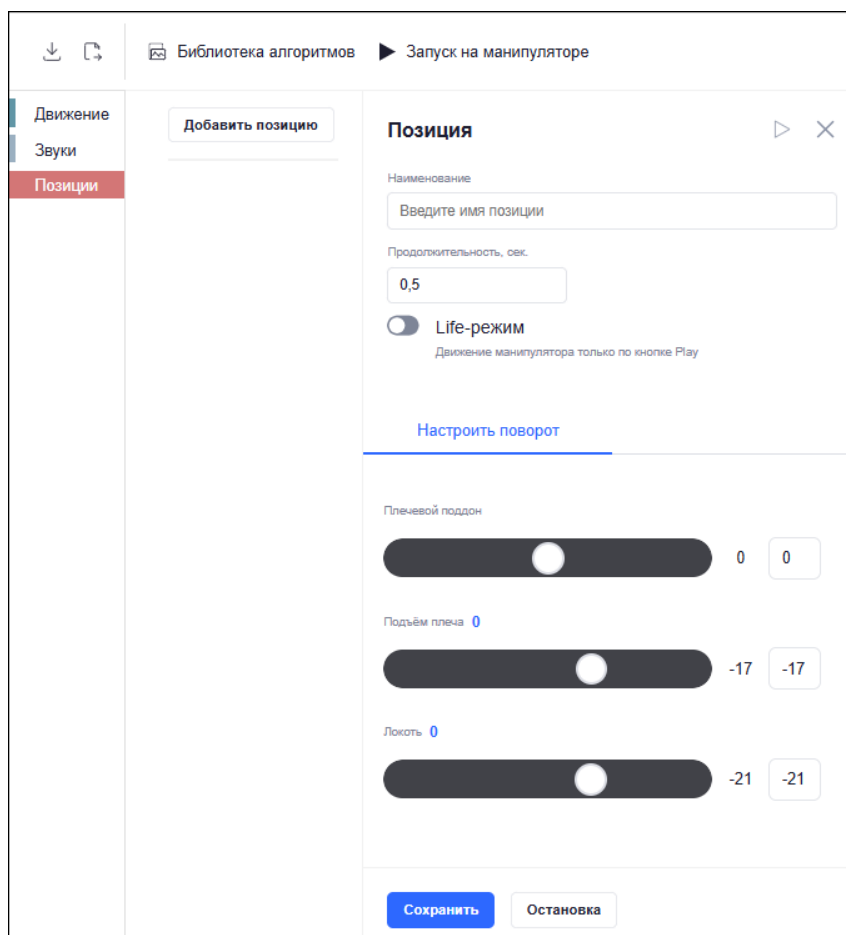

Рисунок 35 – Раздел «Позиции»
- Раздел «Позиции» содержит кнопку «Добавить позицию», при нажатии на которую открывается форма для создания позиции манипулятора. Форма содержит (Рисунок 35):